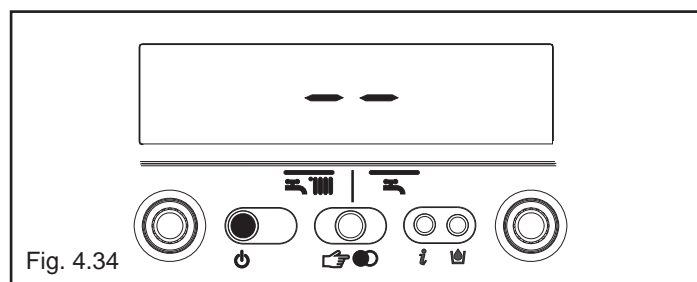

Fig. 4.34
**⚠** Le operazioni di TARATURA & SERVICE devono essere eseguite con caldaia in posizione OFF. Per far questo premere il tasto  fino a visualizzare sul display “-“(fig. 4.34).